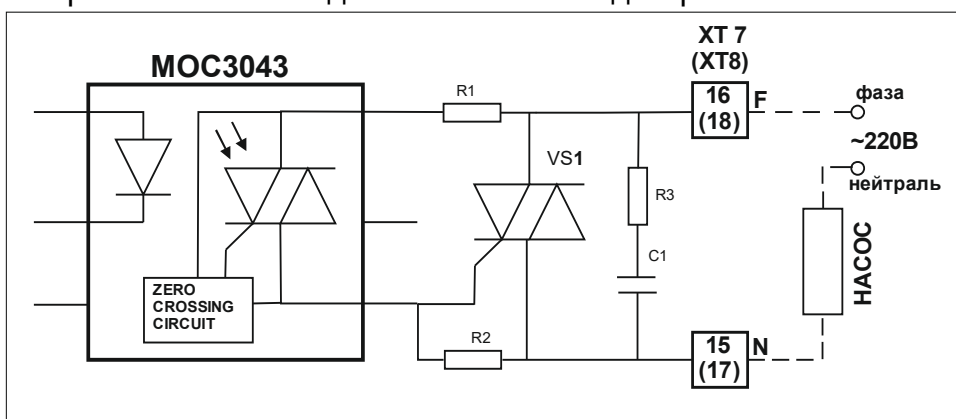
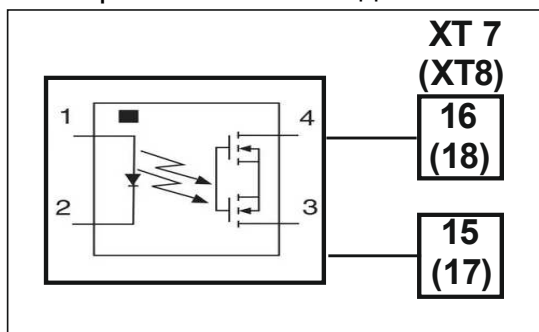

Рис.20
Рис.21
ХТ7	Контакты 15,16 для управления насосом датчика рН переменным напряжением 230В. Подключение в соответствии с рис.20 или рис.21
ХТ8	Контакты 17,18 для управления насосом датчика ОВП(СНЛ) переменным напряжением 230В. Подключение в соответствии с рис.20 или рис.21
- 1 – есть по варианту 1 с коммутацией напряжения 230В с током 2А (по заказу до 4А) рис.20;
- 2 – есть по варианту 2 с коммутацией напряжения до 60В с током 350мА рис.21;
1 – есть по варианту 1 с коммутацией напряжения 230В с током 2А (по заказу до 4А) рис.20;
2 – есть по варианту 2 с коммутацией напряжения до 60В с током 350мА рис.21;